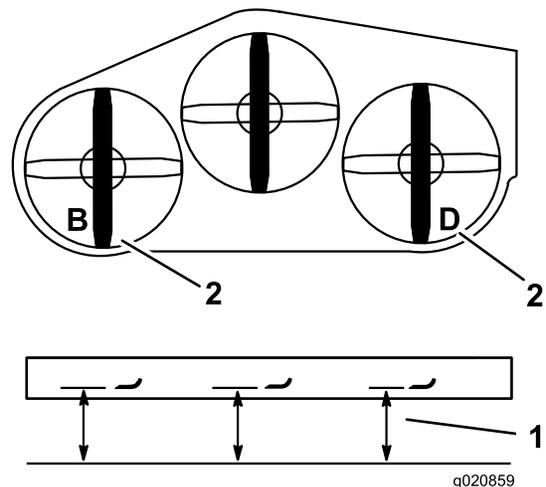

Bild 85
2. Messen Sie das linke Messer an der Stelle **B** von einer ebenen Oberfläche bis zur Schnittkante der Messerspitze und notieren Sie den Wert (Bild 85).
3. Messen Sie das rechte Messer an der Stelle **D** von einer ebenen Oberfläche bis zur Schnittkante der Messerspitze und notieren Sie den Wert (Bild 85).
4. Der Wert an der Stelle **B** darf sich 3 mm vom Wert an Stelle **D** unterscheiden. (Bild 85). Sollte die Einstellung nicht richtig sein, machen Sie mit den folgenden Schritten weiter.